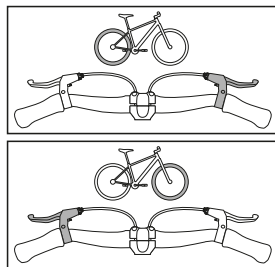

Fig. 1: Asignación de las palancas de freno
- ↳ Familiarícese con el freno al que corresponde cada palanca. La palanca derecha del freno acciona el freno trasero y la palanca izquierda, el freno delantero (véase Fig. 1). Si quiere cambiar la asignación de los frenos a las palancas, consulte a su distribuidor especializado.